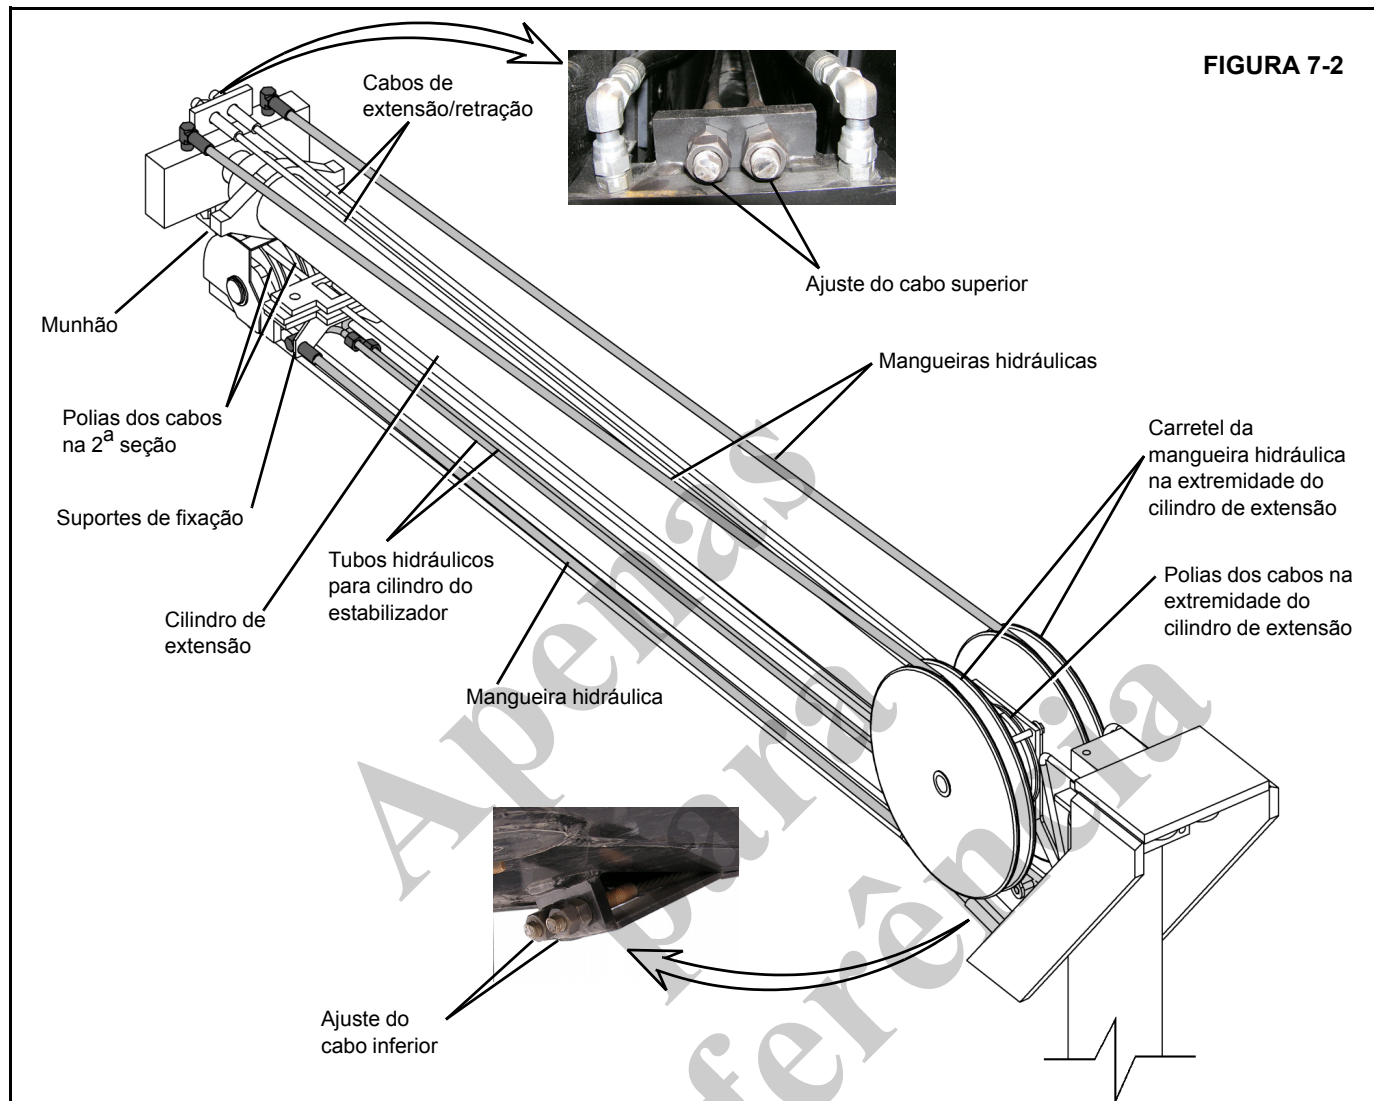

FIGURA 7-2
11. Eleve o munhão do cilindro de extensão para fora das cavidades de fixação na viga da 1ª seção (Figura 7-2).
13. Desconecte as mangueiras hidráulicas internas dos suportes de fixação na parte traseira da 2ª seção (Figura 7-2).